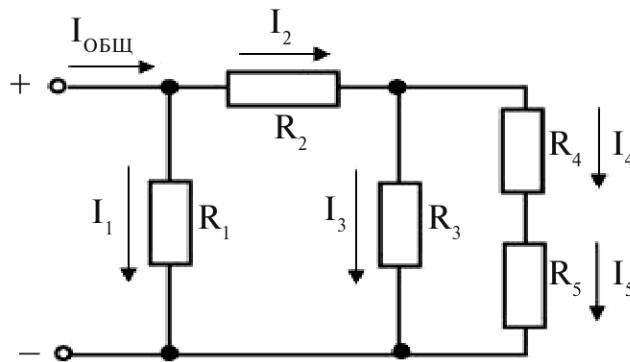

Рис. 3. Схема цепи с направлениями токов
1. На схеме цепи обозначить направления токов (рис. 3).